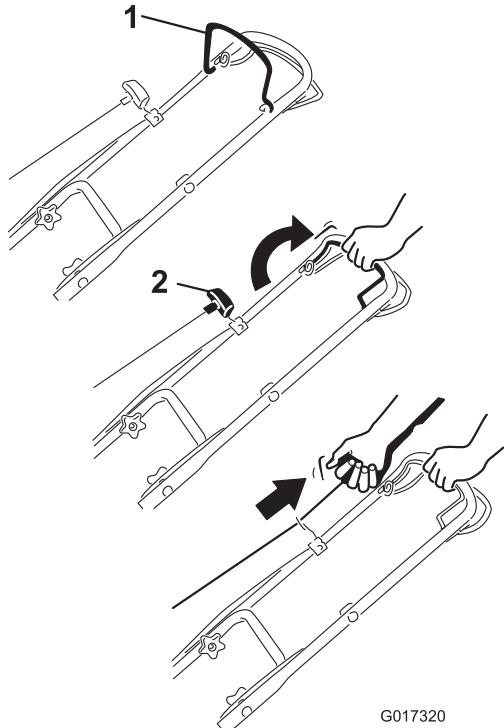

Figura 13
- Sujete la barra de control de las cuchillas contra el manillar (Figura 13).
- Tire suavemente del arrancador hasta que note resistencia, luego tire con fuerza. Deje que la cuerda vuelva lentamente al arrancador (Figura 13).